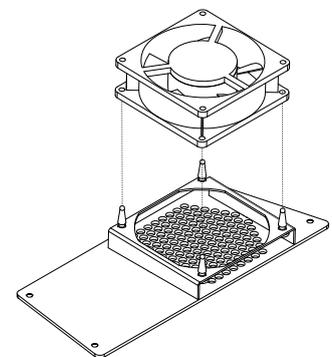
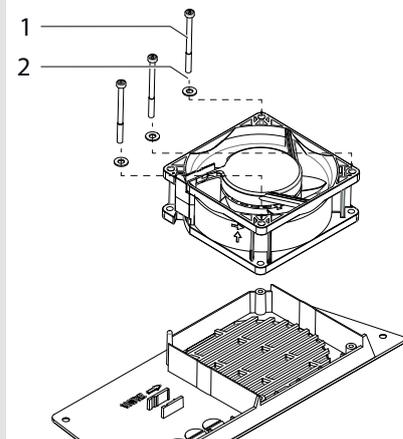

Bild 30: Lüfter abstecken
Bild 31: Lüfter montieren
5. Entfernen Sie den Lüfter von der Abdeckung, indem Sie diesen von der Abdeckung ziehen oder Lüfter von der Abdeckung über die Befestigungsschrauben demontieren. (Siehe Position 1 & 2 in Abbildung „Bild 30: Lüfter abstecken“ auf Seite 47)
1. Platzieren Sie den neuen Lüfter in die Aufnahme (Bild 30 oder Bild 31 auf Seite 47).
2. Drücken Sie den Lüfter in die Aufnahme oder montieren Sie den Lüfter mit den Befestigungsschrauben. (Siehe Position 1 & 2 in Bild 31)